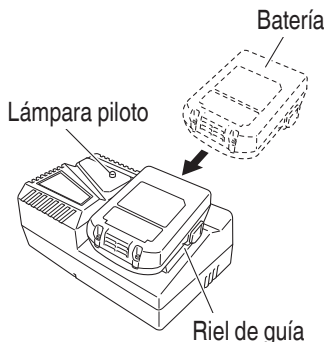

Fig. 8
2. Inserte la batería en el cargador de baterías. Inserte la batería en el cargador de baterías como muestra en la Fig 8.